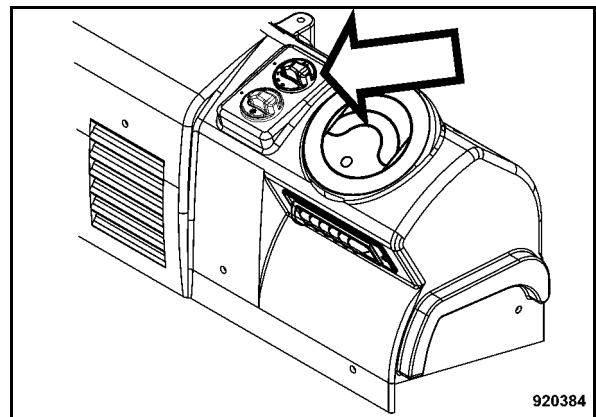

Fig. 171
- Poner el interruptor giratorio para ventilador de cabina (Fig. 171) a posición 1.